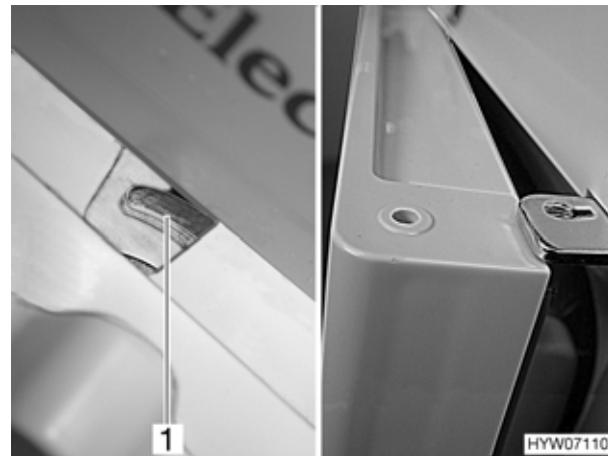

Bild 128 Kühlschranktür in Lüftungsstellung
- Kühlschranktür mit Hilfe der Türarretierung (Bild 128,1) fixieren. Die Kühlschranktür bleibt damit leicht geöffnet (Bild 128).